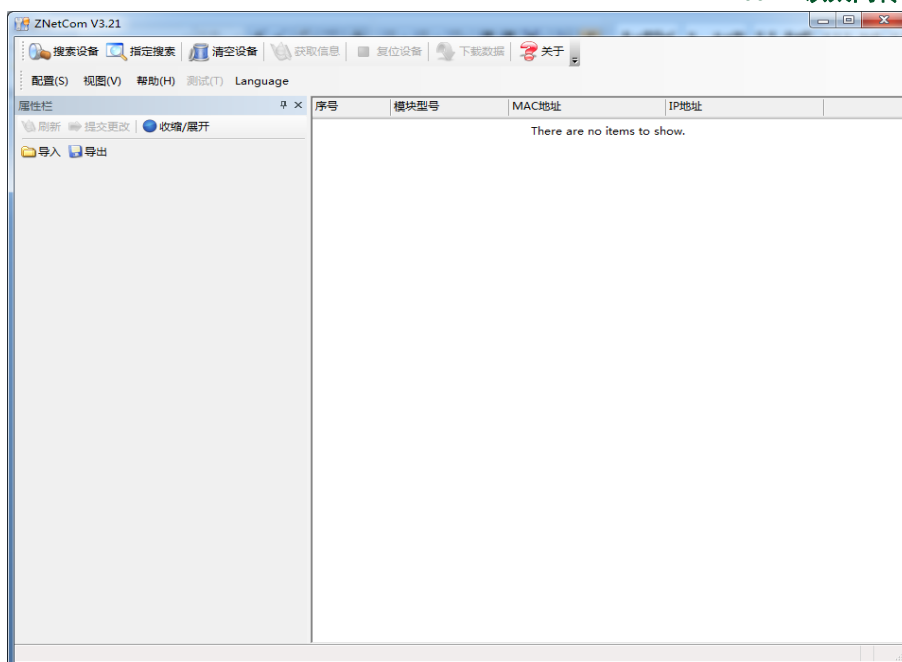

图 0.1 ZNetCom 软件运行界面
3. 点击 运行 ZNetCom 软件，出现如图 0.1 所示界面。